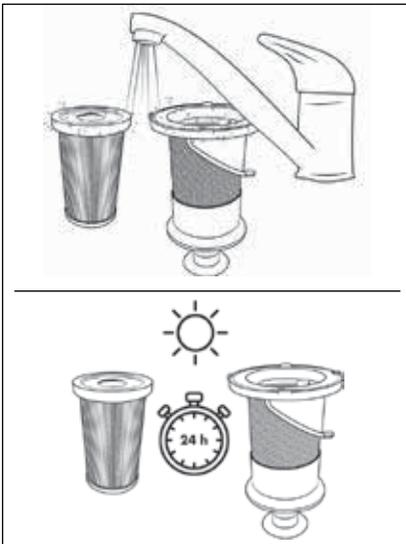

Fig. 20
- 5) Enjuague el filtro HEPA (5) y el filtro de acero inoxidable (6) bajo agua fría o templada. Deje que el filtro HEPA (5) y el filtro de acero inoxidable (6) se sequen completamente antes de volver a montarlos en el depósito de polvo (7) (consulte la fig. 20).
- ▶ Durante la limpieza del filtro de acero inoxidable (6), asegúrese de no perder el conector de goma del orificio inferior.